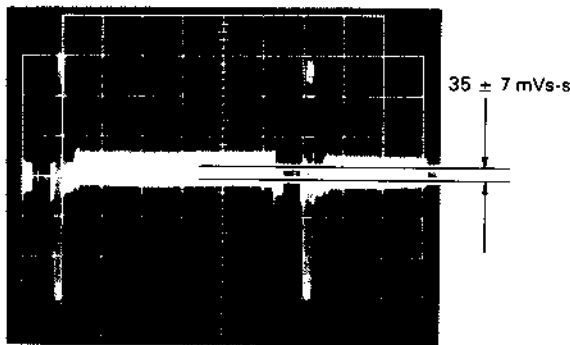

Abb. 4.17 Y-Einstellung
9. Den Y-SETUP Regler (RM1101-4) so abgleichen, daß der Abstand zwischen der Austastperiode und der Mitte der Wellenform $35 \text{ mVs-s} \pm 7 \text{ mV}$ beträgt (siehe Abb. 4.17).
9. Den Y-SETUP Regler (RM1101-4) auf eine Wellenform von $35 \text{ mVs-s} \pm 7 \text{ mV}$ abgleichen (siehe Abb. 4.17).